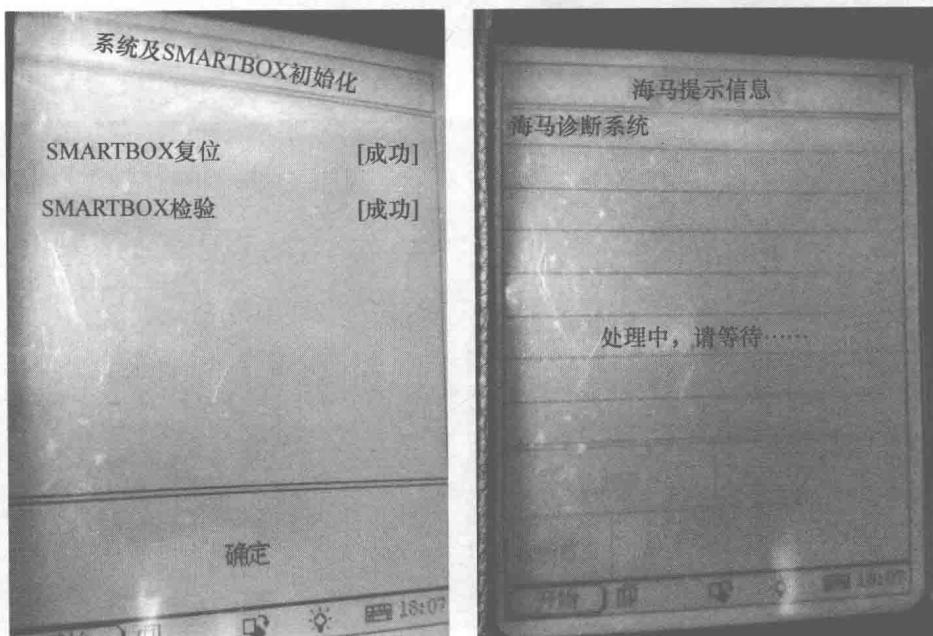

图 1-20 下载诊断程序
9) 点击“确定”按钮，X-431 将对 SMARTBOX 进行复位和检测，并从 CF 卡下载诊断程序（图 1-20）。